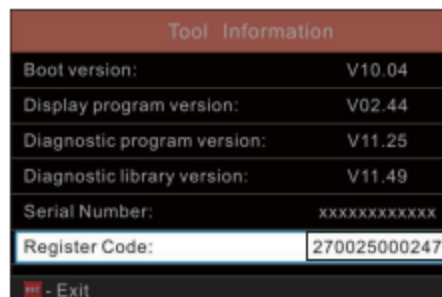

Abbildung 7-5
8. Dies ist die Registercode-Nummer für die Eingabe in Schritt 4 (Abbildung 7-5).